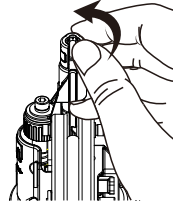

Figura 7
2. Empuje la almohadilla no dañina como lo muestra la Figura 7.